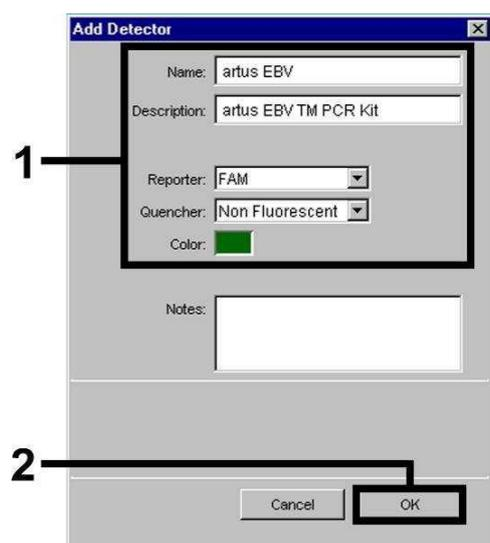
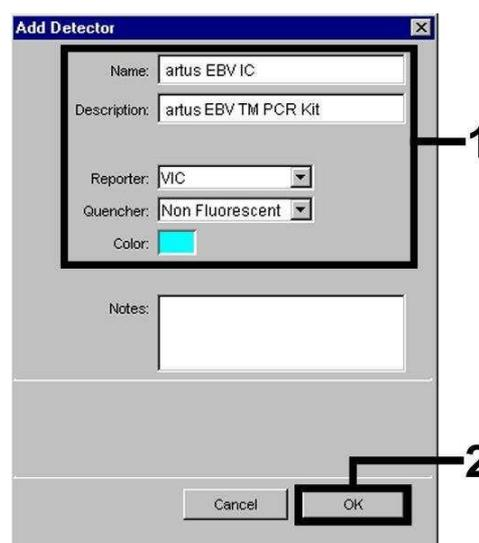
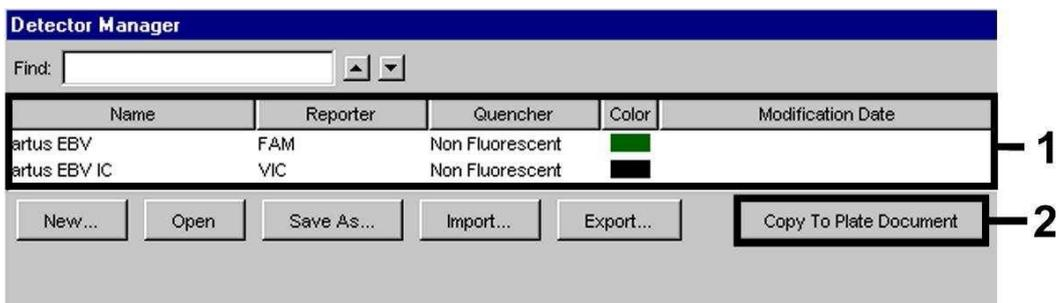

Fig. 17: Creazione del rilevatore specifico di EBV (*Detector Manager*).
Fig. 18: Creazione del rilevatore specifico del *Controllo interno* (*Detector Manager*).
Fig. 19: Selezione dei rilevatori (*Detector Manager*).
Per la rilevazione del DNA di EBV definire nella finestra visualizzata (analogamente a Fig. 17 e Fig. 18) la combinazione reporter/quencher **FAM/Non Fluorescent**, per la rilevazione del *Controllo interno* selezionare invece la combinazione **VIC/Non Fluorescent**. Con la conferma dei dati inseriti (OK) si torna al *Detector Manager*. Evidenziare i rilevatori appena creati e trasferire ogni selezione facendo clic sull'opzione *Copy to Plate Document* al livello *Setup* (vedi Fig. 19). Chiudere la finestra (*Done*).